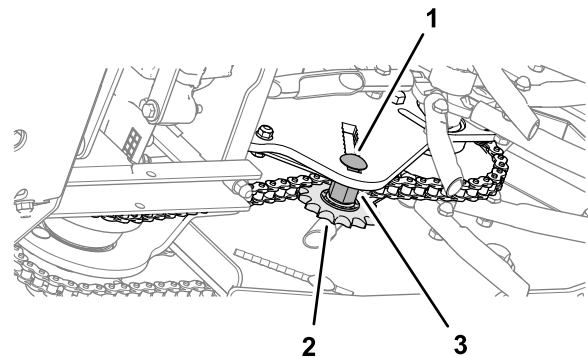

Figura 58
4. Para ajustar la tensión de la cadena, afloje el perno tensor y el espaciador roscado, y empuje hacia arriba el piñón para apretar la cadena (Figura 58).